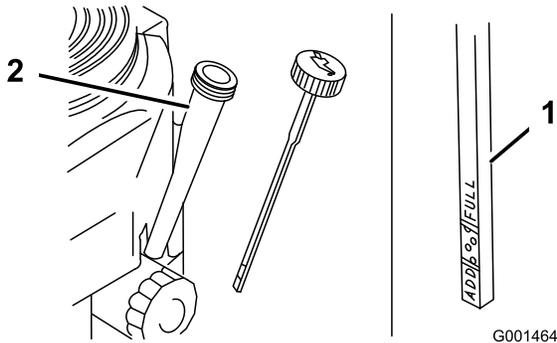

Figura 22
4. Limpie alrededor de la varilla de aceite (Figura 22) para impedir que caiga suciedad por el orificio de llenado y cause daños en el motor.
5. Desenrosque la varilla de aceite y limpie el extremo (Figura 22).
6. Deslice la varilla a fondo en el tubo de llenado, pero no la enrosque en el tubo (Figura 22).
8. Vierta lentamente un 80% aproximadamente de la cantidad especificada de aceite por el tubo de llenado (Figura 22).